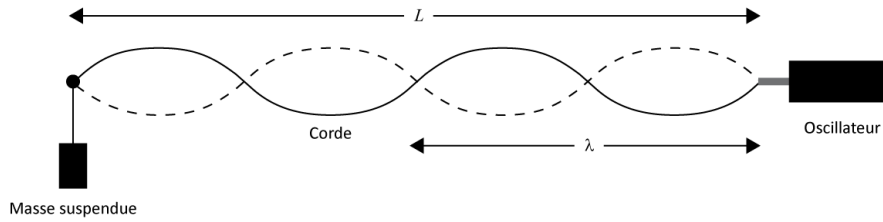
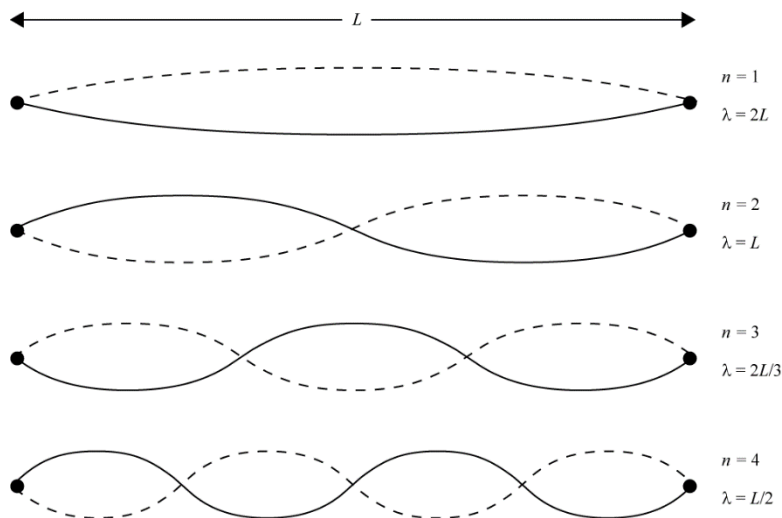

Figure 1 – Montage avec la corde et l'oscillateur.
Figure 2 – Les quatre premiers modes fondamentaux de vibration d'une corde.
Une corde tendue possède plusieurs modes naturels d'oscillation (un exemple est présenté à la Figure 1). Si la corde est fixée à chacune de ses extrémités, on doit alors observer un nœud à chaque bout de la corde. La corde peut par exemple vibrer comme un seul segment (voir $n = 1$ à la Figure 2). Dans ce cas, la longueur de la corde (L) correspond à la moitié de la longueur d'onde (λ) de l'onde stationnaire. La corde peut également vibrer en deux segments avec un nœud au centre; dans ce cas la longueur d'onde est égale à la longueur de la corde. La corde peut vibrer avec plus de segments si la longueur de la corde correspond à un nombre entier de moitiés de la longueur d'onde.
Dans cette expérience, les ondes stationnaires sont établies dans une corde tendue à l'aide d'un oscillateur électrique produisant des vibrations dans la corde. Le montage est illustré à la Figure 1. La tension dans la corde est égale au poids des masses suspendues au bout de la corde. La tension peut être changée en changeant la masse suspendue. L'amplitude et la fréquence de l'onde quant à elles peuvent être ajustées en modifiant le signal sortant du générateur de fonction qui commande les vibrations de l'oscillateur.
Les modes fondamentaux sont identifiés par le nombre n . La Figure 2 illustre les quatre premiers modes de vibration.